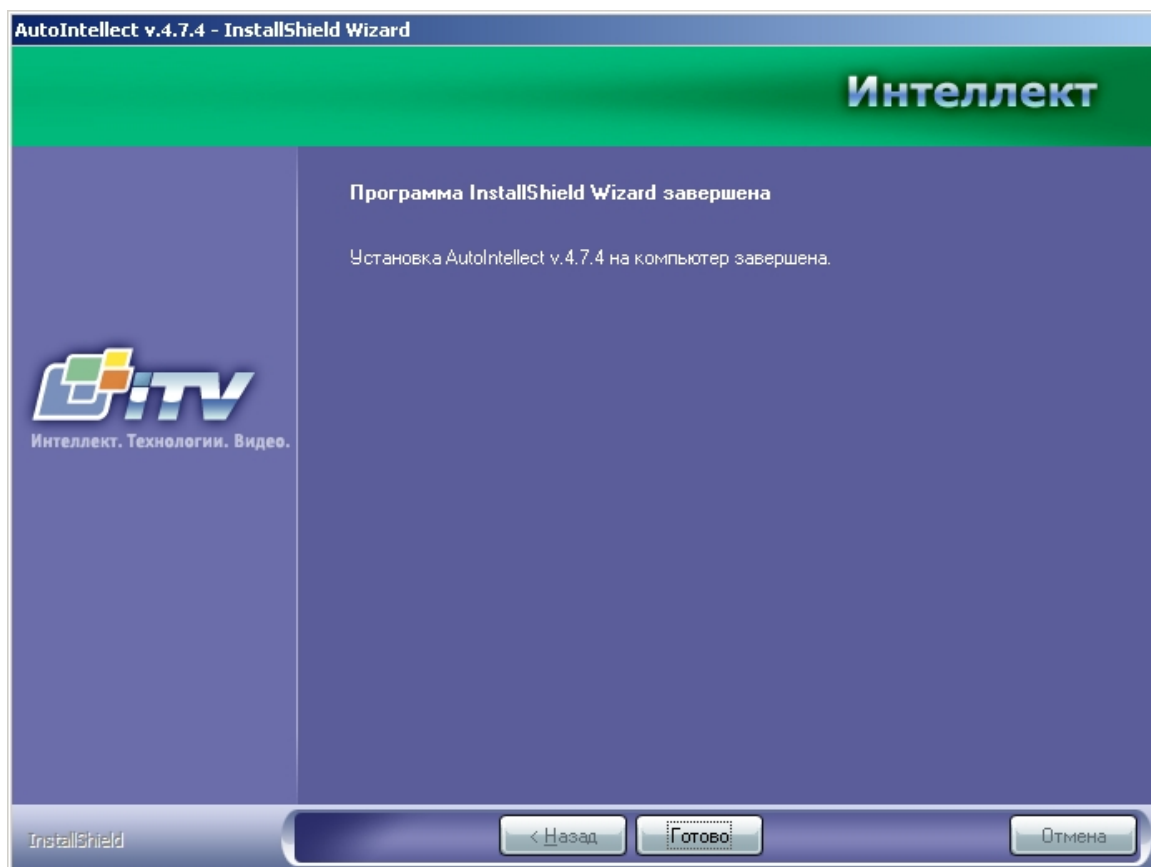

Рис. 14. Диалоговое окно завершения процесса инсталляции
**Шаг 9.** По окончании установки всех компонентов программа инсталляции сообщит, что установка программного комплекса «Авто-Интеллект» на жесткий диск вашего компьютера завершена (см. Рис. 14).